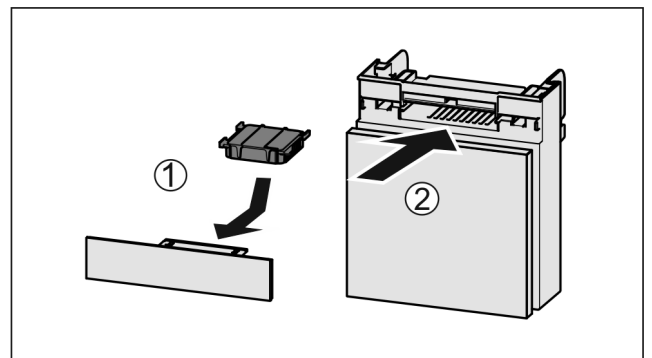

Fig. 103
- ▶ Vložte aktívny uhlíkový filter podľa obrázka Fig. 103 (1).
- ▶ Zasuňte zásuvku Fig. 103 (2).